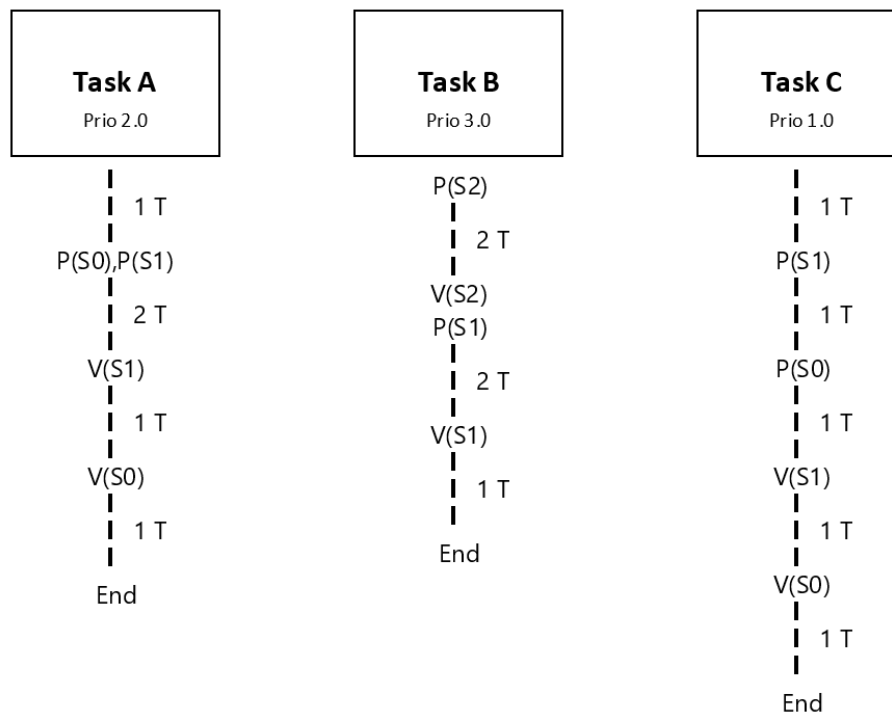
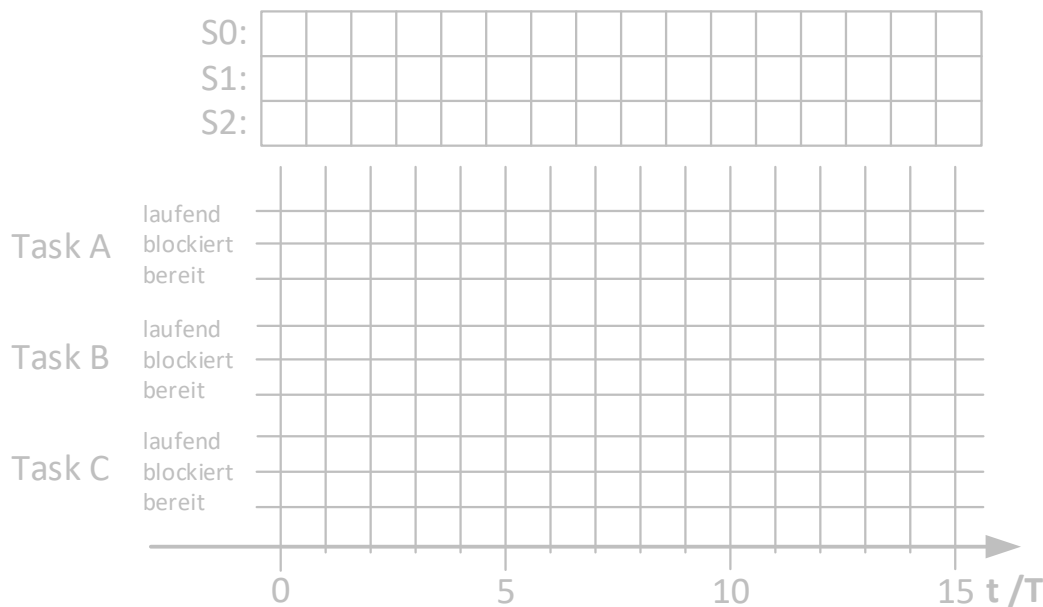
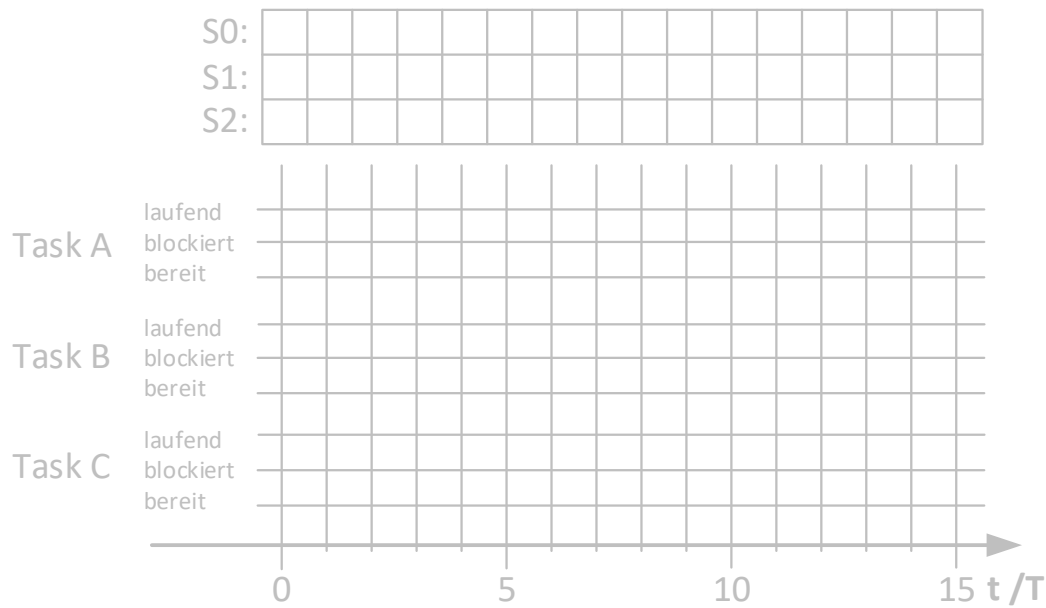
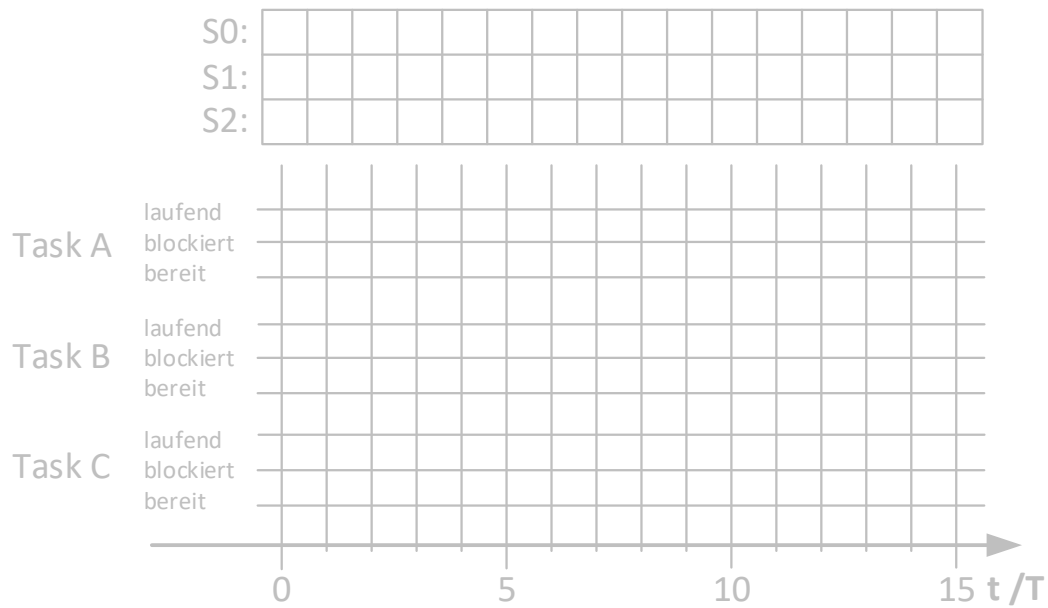

Abbildung 5: Struktur des Tasksets
Abbildung 7: Ist-Ablauf der Tasks A, B und C
Abbildung 8: Ist-Ablauf der Tasks A, B und C (Priority Inheritance)
Abbildung 9: Ist-Ablauf der Tasks A, B und C (Priority Ceiling)
Gegeben sei der Ablauf dreier Tasks A, B und C gemäß Abbildung 5. Das ausführende System verfügt über einen Rechenkern. Zu Beginn haben alle Semaphore S0, S1 und S2 den Wert 1. Ferner hat Task B die niedrigste Priorität und Task C die höchste.
Ermitteln Sie das zeitliche Ist-Verhalten der Tasks im Bereich $0 \leq t < 15 T$ bei einer Beauftragung gemäß Abbildung 5 und Tabelle 3. Zeichnen Sie Ihre Lösung in Abbildung 7 ein. Nennen Sie auch den Wert der einzelnen Semaphore für das Ende jeden Zeitschritts und nutzen Sie dafür die über dem Diagramm abgedruckten Kästchen.
Ermitteln Sie das zeitliche Ist-Verhalten der Tasks im Bereich $0 \leq t < 15 T$ bei einer Beauftragung gemäß Abbildung 5 und Tabelle 3 unter Anwendung des Priority Inheritance Protocols. Zeichnen Sie Ihre Lösung in Abbildung 8 ein. Nennen Sie auch den Wert der einzelnen Semaphore für das Ende jeden Zeitschritts und nutzen Sie dafür die über dem Diagramm abgedruckten Kästchen.
a) Geben Sie in Tabelle 4 die Prioritätsüberschranken der Semaphore S0, S1 und S2 bei einer Beauftragung gemäß Abbildung 5 und Tabelle 3 an.
b) Ermitteln Sie das zeitliche Ist-Verhalten der Tasks im Bereich $0 \leq t < 15 T$ bei einer Beauftragung gemäß Abbildung 5 und Tabelle 3 unter Anwendung des Priority Ceiling Protocols. Zeichnen Sie Ihre Lösung in Abbildung 9 ein. Nennen Sie auch den Wert der einzelnen Semaphore für das Ende jeden Zeitschritts und nutzen Sie dafür die über dem Diagramm abgedruckten Kästchen.